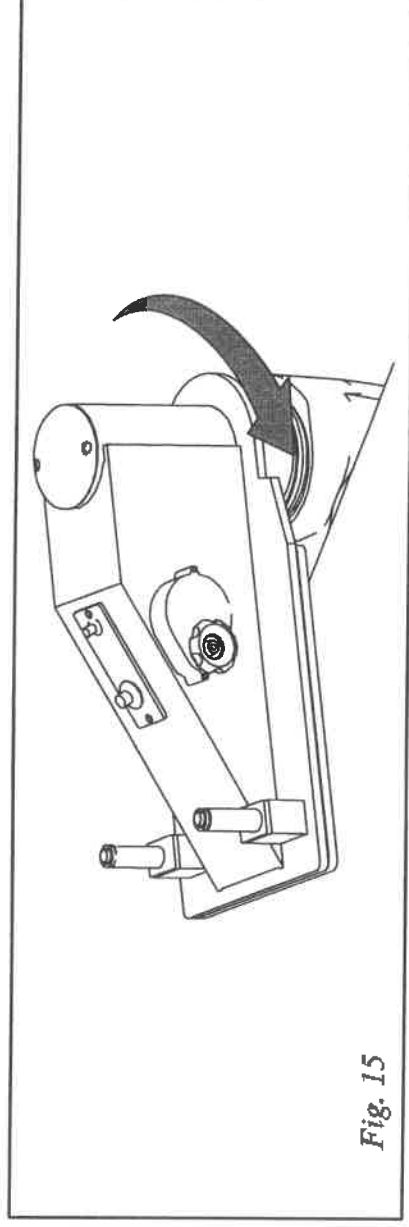

Fig. 15
- c) pulire con un panno (che non lasci filamenti di tessuto) la ghiera di tenuta lubrificazione canna (cod. 01001367, tav. 2) da residui e polveri di materiale tranciato una volta al mese (Fig. 15);